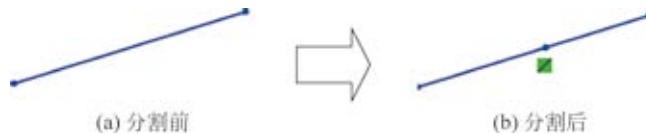

图 3.23 图元分割
图元的分割主要用来将一个草图图元分割为多个独立的草图图元。下面以图 3.23 为例，介绍图元分割的一般操作过程。
- 步骤 2 执行命令。选择下拉菜单 工具(T) → 草图工具(T) → 分割实体(I) 命令，系统弹出“分割实体”对话框。
- 步骤 4 结束操作。按 Esc 键结束分割操作，效果如图 3.23 (b) 所示。